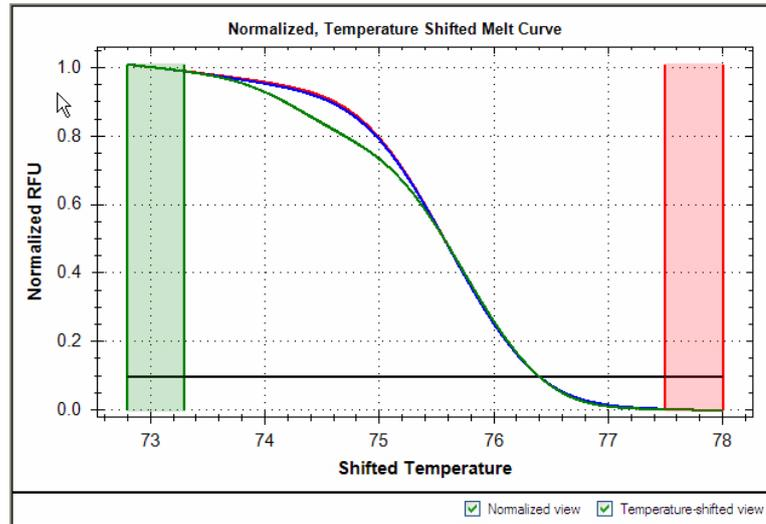

Рисунок 25. Опция Temperature-shifted view выбрана на графике Melt Curves.
- **Temperature-shifted view (Вид с температурным сдвигом).** Выберите **Temperature-shifted view** для просмотра кривых плавления и кривых различий с температурным сдвигом (Рисунок 25). Высота черной линии температурного сдвига может быть изменена, для чего переместите ее с помощью мыши вверх или вниз на графике RFU. Высота линии температурного сдвига соответствует